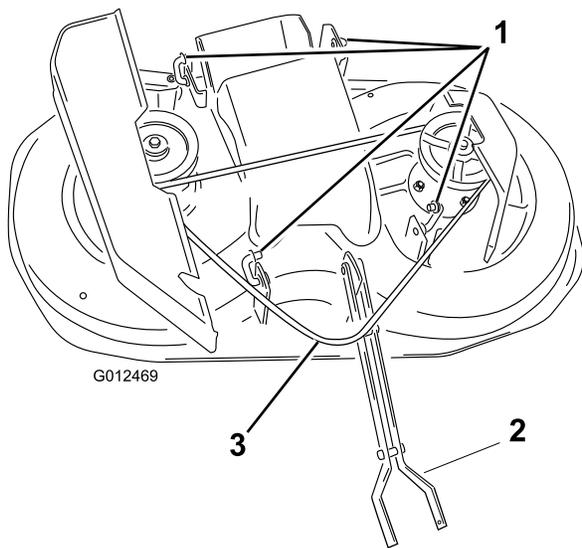

Figure 40
- Enlevez la courroie de la poulie d'embrayage (Figure 40).
11. Retirez les goupilles des 4 fixations arrière puis déposez les fixations du tracteur (Figure 40).
Remarque: Vous pouvez laisser les fixations sur le plateau de coupe, comme illustré à la (Figure 40).